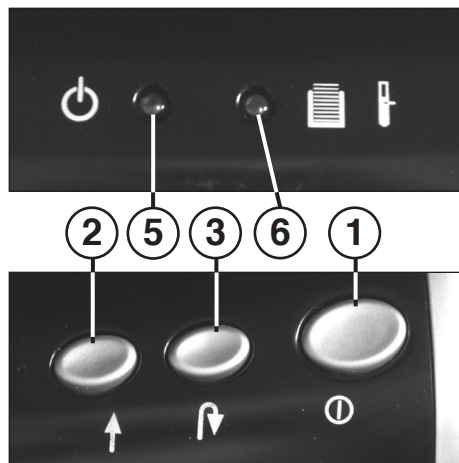

Fig. 1
- 1 = Interruptor de pressão „Pronto a funcionar“ (Fig. 1)**
- 2 = Tecla para frente (Fig. 1)**
- 3 = Tecla para trás (Fig. 1)**
- 5 = Indicação de controlo „Pronto a funcionar“ (Fig. 1)**
Acende quando o interruptor de pressão „Pronto a funcionar“ (Fig. 1) estiver ligado.
- 6 = Indicação de controlo (rubro / amarelo) (Fig. 1)**
Ligar a máquina no interruptor de pressão (1) (Fig. 1). A indicação de controlo (5) (Fig. 1) acende.
Quando o recipiente de recolha de papel está cheio, a máquina desliga de modo automático. Um som de sinalização soa. A indicação de controlo (6) (Fig. 1) acende (rubro).
- Puxar para fora na parte de baixo da carcaça o recipiente de recolha (9) com dispositivo especial de recolha (10).
- O som de sinalização emudece-se. A indicação de controlo (6) (Fig. 1) apaga.
O motor pára se estiver sobrecarregado. A indicação de controlo (6) (Fig. 1) acende (amarelo). Desligue a máquina no interruptor de pressão (1) (Fig. 1). Após um período de arrefecimento de cerca de 15 a 20 minutos (consoante a temperatura da sala) pode reinicializar a máquina.